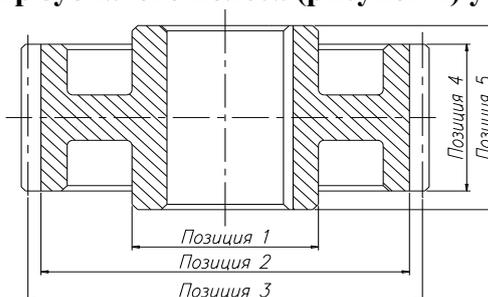

Рисунок 1– Колесо зубчатое цилиндрическое
27. Делительный диаметр зубчатого колеса (рисунок 1) указан на позиции...
28. Ширина венца зубчатого колеса (рисунок 1) указана на позиции...
29. Диаметр окружности впадин зубчатого колеса (рисунок 1) указан на позиции...
30. Диаметр ступицы зубчатого колеса (рисунок 1) указан на позиции...